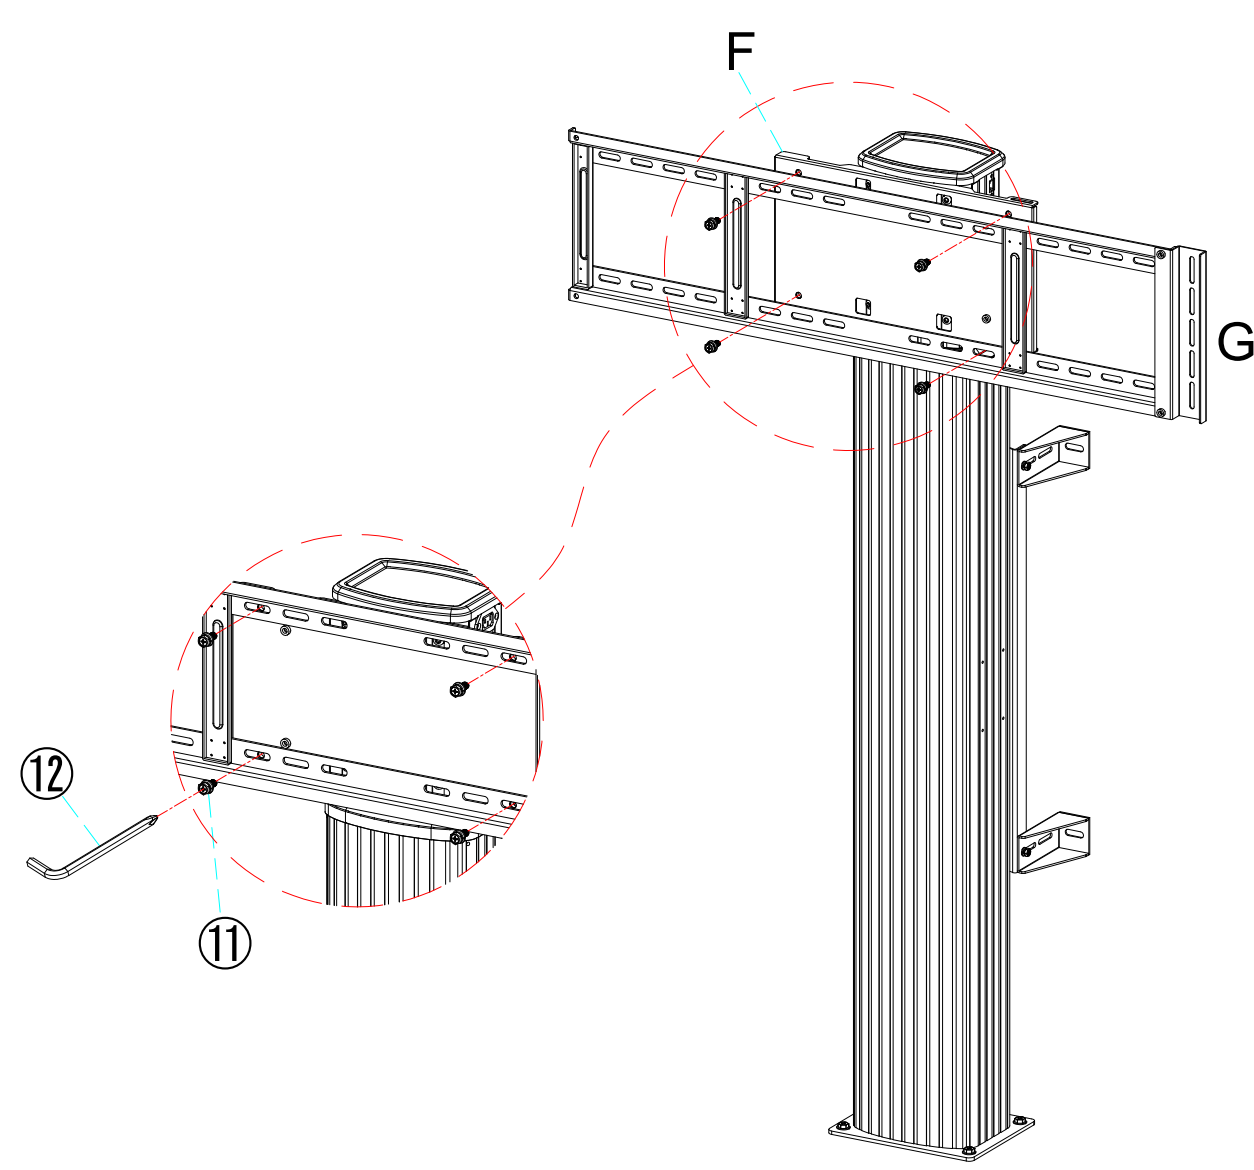

Figure 5
Étape 5 : Assembler la plaque murale (G) et la plaque (F), en utilisant 4 vis (⑪) pour les verrouiller. (Figure 5)